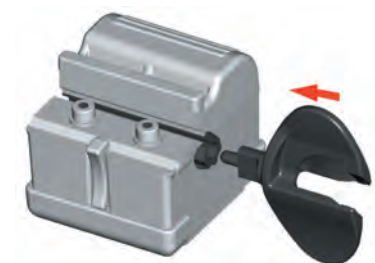

Fig. 1.1a
- 1.1 Die Buchse am überstehenden dünneren Ende mithilfe des Wirbelgriffes aus dem Wirbelschneider drücken (Fig.1.1a + 1.1b)
- 1.1 Use the enclosed peg-handle to push the bushing out of the body of the peg shaper. Push from the thinner end of the bushing (Fig. 1.1a + 1.1b)